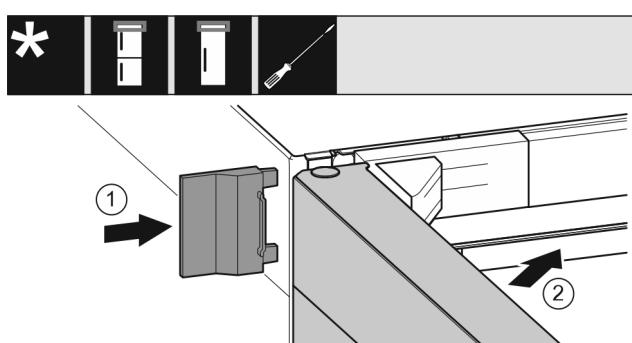

Fig. 34
- ▶ Nataknite vanjski pokrov. Fig. 34 (1)
- ▶ Zatvorite gornja vrata. Fig. 34 (2)